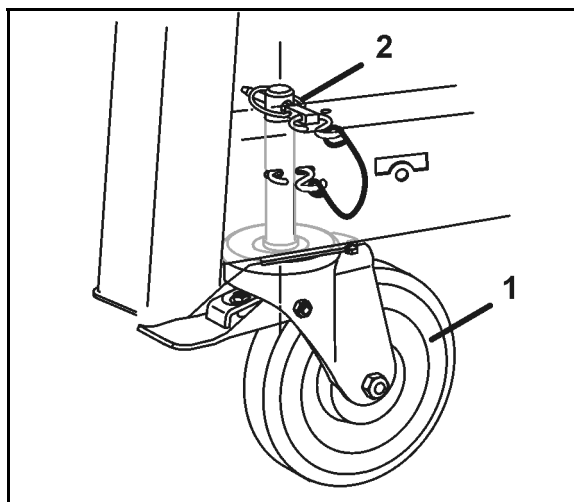

图 43
5. 可转向的前刹车轮（图 43/1）
- 安装并用制轮楔（图 43/2）固定，